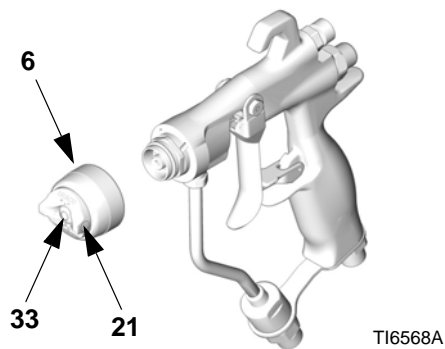

ABB. 35
2. Den Luftkappen-Haltering (6), die Luftkappe (21) und die Spritzdüse (33) abnehmen. Siehe ABB. 35.